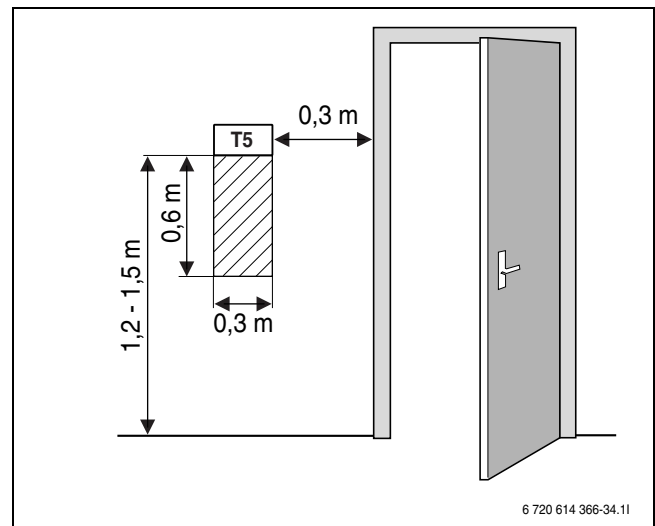

Bild 18 Empfohlener Montageplatz für Raumtemperaturfühler T5
- Ungehinderte Zirkulation der Raumluft unter dem Raumtemperaturfühler T5 (schraffierte Fläche in Bild 18 freihalten).